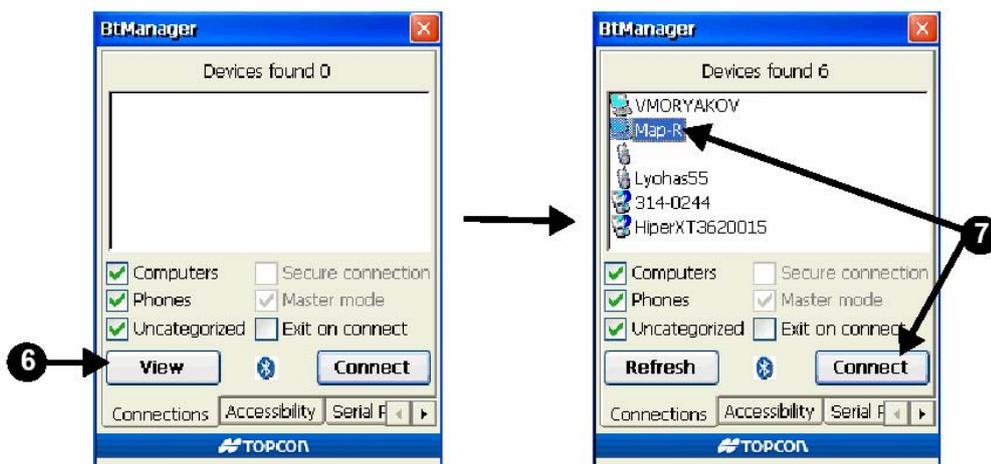

Рисунок 3-6. Просмотр и подключение устройств
- Чтобы получить информацию об устройствах, поддерживающих Bluetooth и находящихся в зоне приема сигнала, выберите вкладку *Connections (Соединения)* и щелкните на кнопку *View (Просмотр)* (см. рис. 3-6 на стр. 3-5).
7. Когда в списке *Devices* (Устройства) появятся идентификаторы доступных устройств, выберите устройство, с которым Вы хотите установить соединение, и щелкните на кнопке *Connect* (Подключиться), см. рис. 3-6.